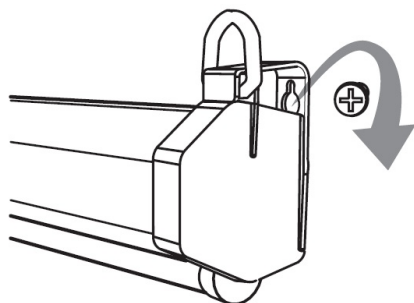

Рис. 1
- жесткое крепление на стене: отмерьте на стене расстояние, равное расстоянию между монтажными отверстиями экрана, сделайте отверстия в стене диаметром не более 8 мм. Используйте распорные дюбели и монтажные шурупы. Не вкручивайте шурупы полностью, оставив зазор для пластикового монтажного кольца экрана. Навесьте экран широкими частями монтажных отверстий, как показано на Рис.1, и опустите вниз так, чтобы шуруп вошел в узкую часть монтажного отверстия. Плотно затяните шурупы.